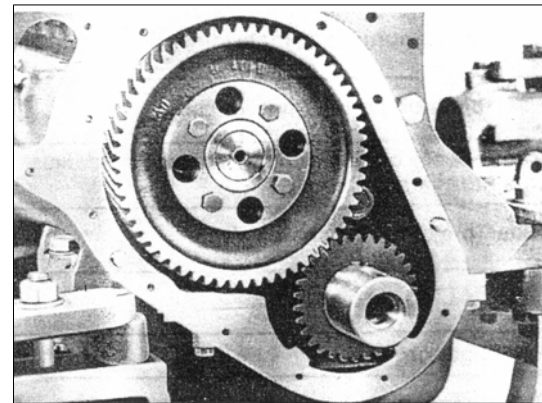

РИС. 98
2) Выровняйте отверстия упорной плиты шестерни распределительного вала и соответствующие резьбовые отверстия в блоке (рис. 98). Вставьте монтажные болты распределительного вала и затяните их до момента затяжки 3,5 кг·м.